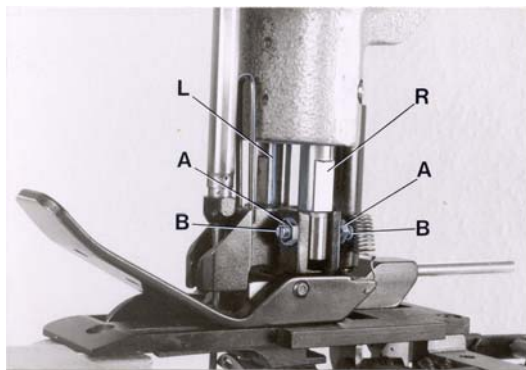

Fig. 9
Remove the needle and rotate the pulley until the feed dog is below the throat plate. Depress the presser foot lifter lever and insert the presser foot in the two presser bars (L and R, Fig. 9). The right presser bar (R) should only engage with its pivot in the groove of the presser foot shank.
Loosen the two lock nuts (A, Fig. 9) and align with the two set screws (B) the needle slot in the presser foot with the needle slot in the throat plate. Secure this setting with the two lock nuts (A). Note: The two set screws (A) should just contact the pivot of the right presser bar (R) but not be tightened. Now tighten the two set screws left in the presser foot shank on the left presser bar. Insert the needle.
Remueva la aguja y gire el volante hasta que el alimentador se encuentre debajo de la placa de la aguja. Apriete la palanca levantadora del pie e inserte el pie en las barras (L y R, Fig. 9). La barra derecha (R) debería entrar solamente con el pivote en la apertura del pie.
Aflobe las dos tuercas (A, Fig. 9) y alinee con los dos tornillos (B) la ranura para la aguja en el pie con la ranura para la aguja en la placa de la aguja. Asegure este ajuste con los dos tornillos (A). Nota: Los dos tornillos (A) deberían tocar solamente el pivote de la barra de presión derecha (R) pero no apretarla. Ahora apriete los dos tornillos al lado izquierdo del tronco del pie de la barra de presión izquierda. Inserte la aguja otra vez.